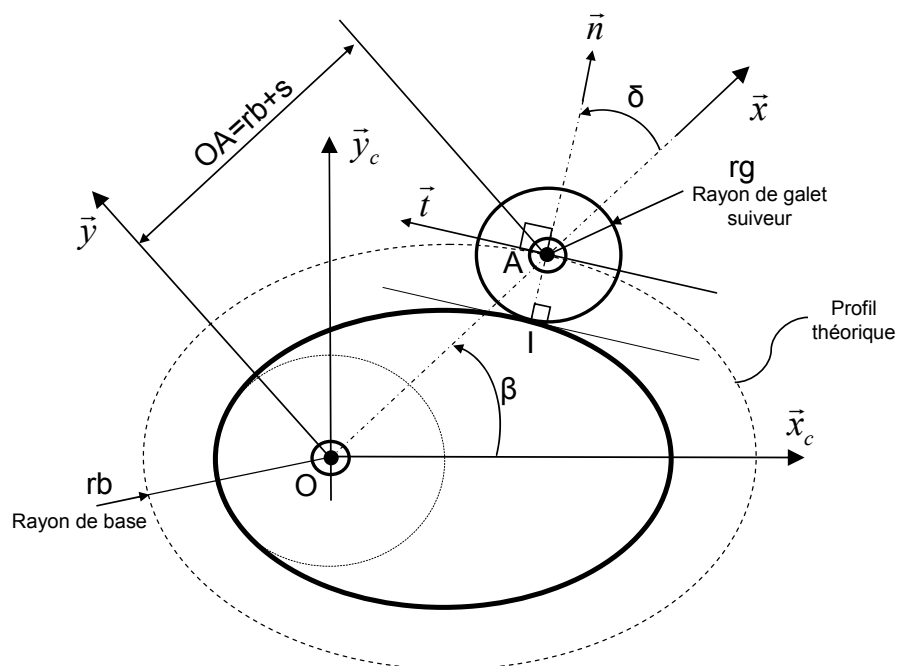

Figure 4 : rotation du galet autour de la came
3. En considérant le mouvement du galet autour de la came (voir figure 4), exprimer les coordonnées du point A (centre du galet suiveur) dans le repère R_c lié à la came, en fonction de rb , s et β .